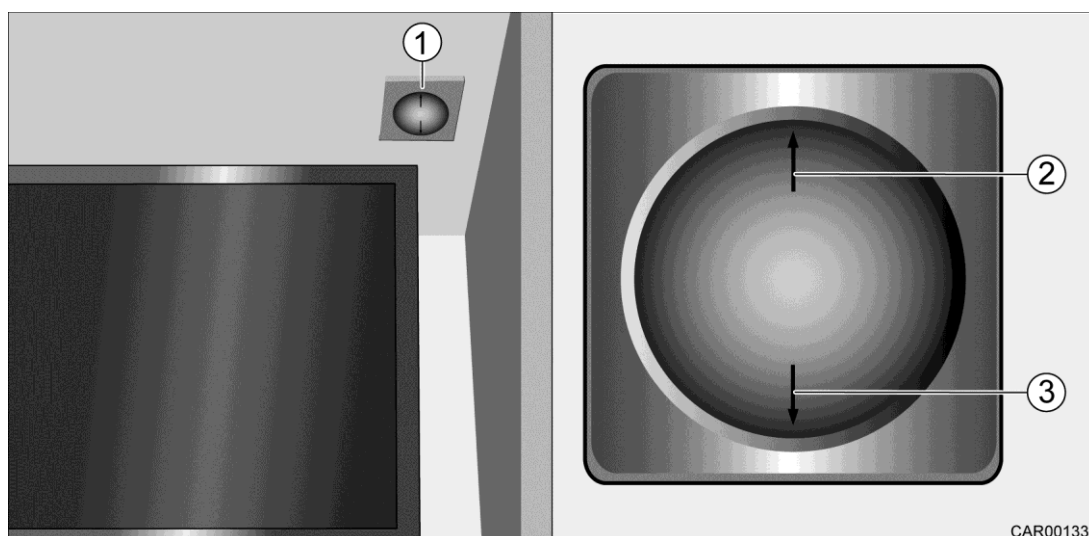

Fig. 133 Système coulissant du téléviseur au niveau de la banquette latérale
1. Maintenir appuyé l'interrupteur (Fig. 133/1) sur le côté avec la flèche orientée vers le haut (Fig. 133/2). Le téléviseur se déplace vers le haut.
1. Maintenir appuyé l'interrupteur (Fig. 133/1) sur le côté avec la flèche orientée vers le bas (Fig. 133/3). Le téléviseur se déplace vers le bas.